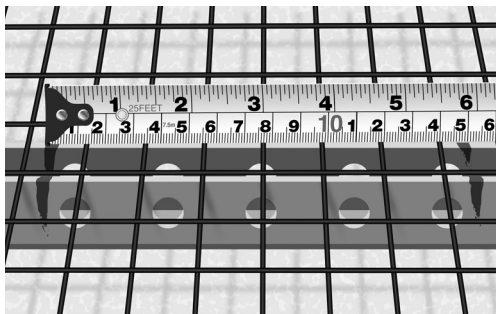

Fig. 15. Marker senteravstanden (CC) på kyllingnettet
4. Marker den beregnede senteravstanden (CC) på kyllingnettet (fig. 15). Varmekabelen må legges parallelt med bjelkelaget.